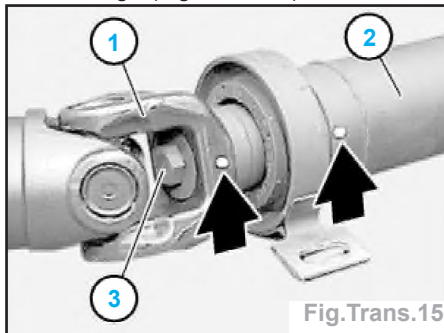

Fig. Trans. 15
- Emmancher le palier central (1) jusqu'en butée avec l'outil 23 1 160.
- Enfiler le cardan (1) de l'arbre de transmission arrière sur l'arbre médian (2) en respectant les repères apposés lors du démontage (Fig. Trans. 15).